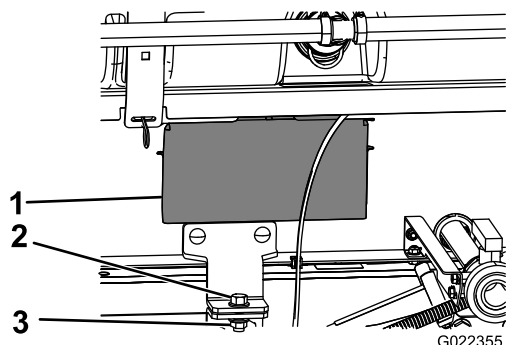

Figure 26
5. Déposez les panneaux d'accès de chaque côté du cadre du patin (Figure 26).
8. Fixez la patte de maintien du patin de cuve au support du plateau sur le cadre, de chaque côté de la machine, à l'aide d'un boulon ($\frac{1}{2}$ " x $1\frac{1}{2}$ ") et d'un contre-écrou ($\frac{1}{2}$ "), comme montré à la Figure 26.